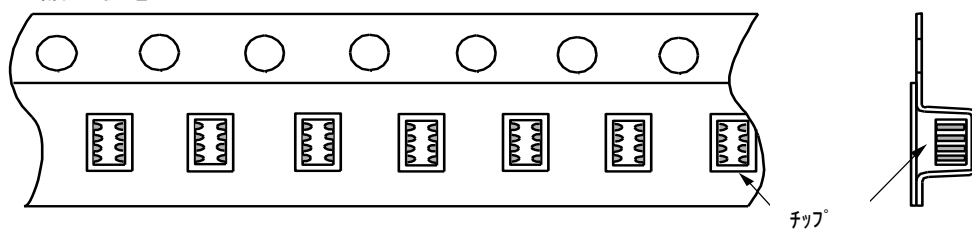

図 2 リール寸法図
- 1.11 リールは、樹脂製を使用し外観及び寸法は図2のとおりとします。